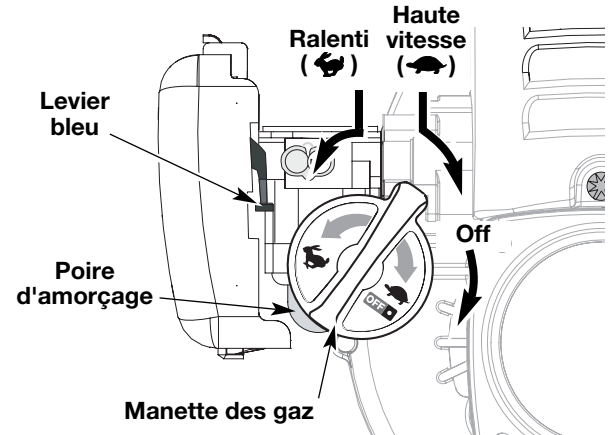
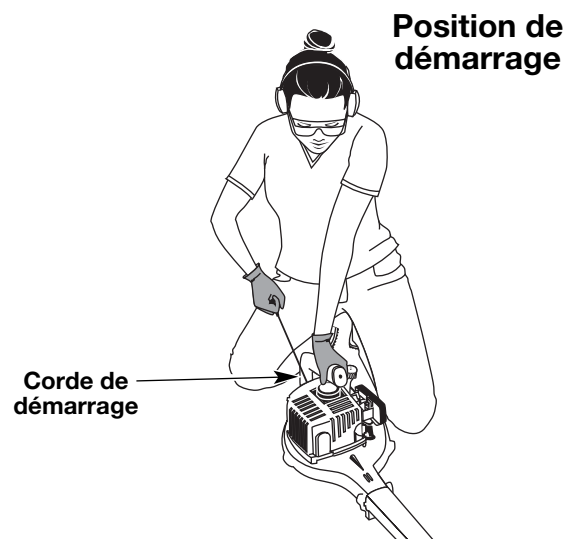

Fig. 2
Fig. 4
**AVERTISSEMENT:** éviter le démarrage accidentel. Se tenir en position de démarrage pour lancer le moteur (Fig. 4). Lors du démarrage, l'opérateur et l'outil doivent être en position d'équilibre afin d'éviter le risque de blessures graves.
2. Pressez et relâchez la poire d'amorçage à 10 reprises, lentement. Une certaine quantité de carburant devrait être visible dans la poire d'amorçage et les conduites de carburant (Fig. 2). Si vous n'apercevez pas de carburant dans la poire, pressez et relâchez la poire autant de fois que nécessaire jusqu'à ce que vous aperceviez du carburant dans cette dernière.
4. Mettre l'outil en position de démarrage (Fig. 4). Mettez la manette des gaz en position de haute vitesse (☛) (Fig. 2).
1. Pour éteindre le souffleur, déplacez le levier du contrôle des gaz tout à fait à droite, passé la position ralenti (☛) jusqu'à ce qu'il clique. Veillez à déplacer le levier contre la butée à l'extrême droite pour éteindre l'appareil (Fig. 2).